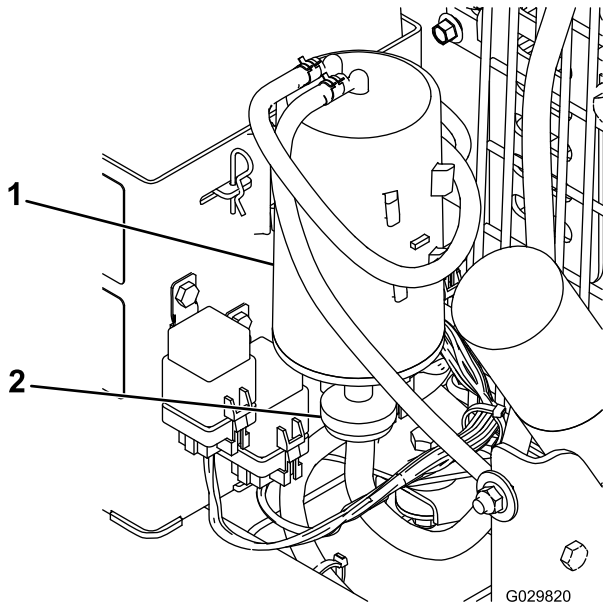

Figura 17
2. Togliete il filtro dell'aria del canister a carboni attivi e gettatelo (Figura 17).